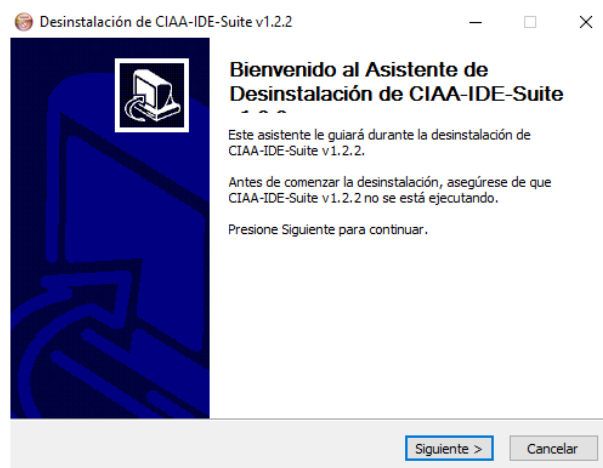

Figura 21: Desinstalación del programa.
- **Paso 2:** Luego se presenta la ventana de la Figura 21. Hacer click en *Siguiente*.